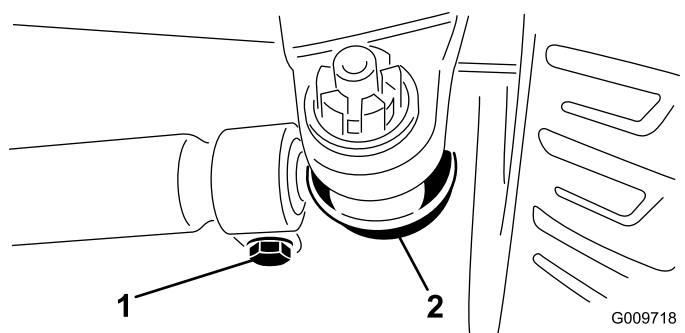

Рисунок 114
3. Для регулировки схождения снимите шплинт и гайку с любой шаровой опоры поперечной тяги (Рисунок 114).
5. Ослабьте зажимы на обоих наконечниках поперечных тяг (Рисунок 114).